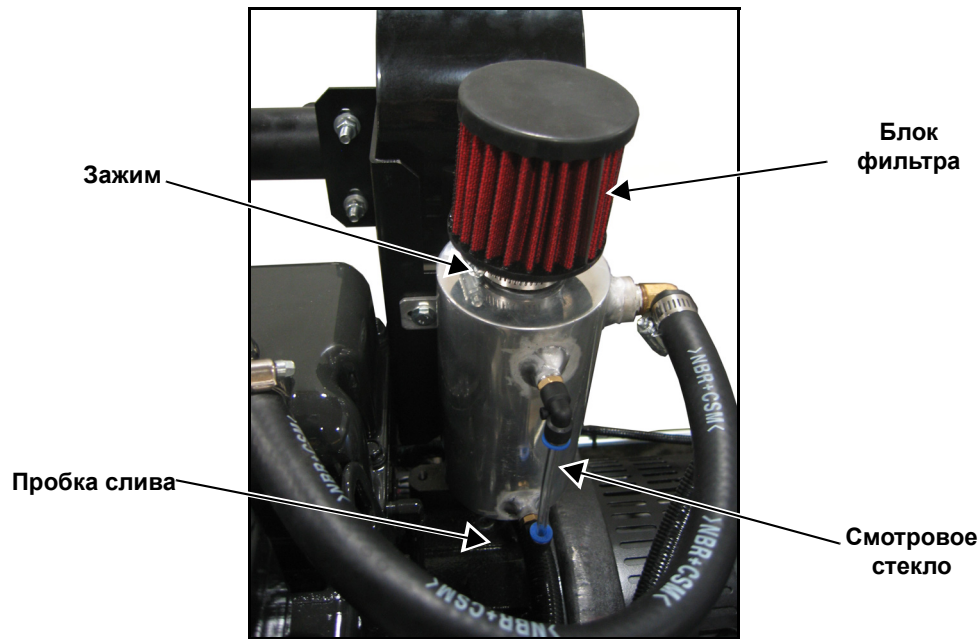

Рисунок 5-15. Слив всасывающего баллона и замена фильтра
1. Через смотровое стекло проверьте уровень масла в баллоне. См. Рисунок 5-15.